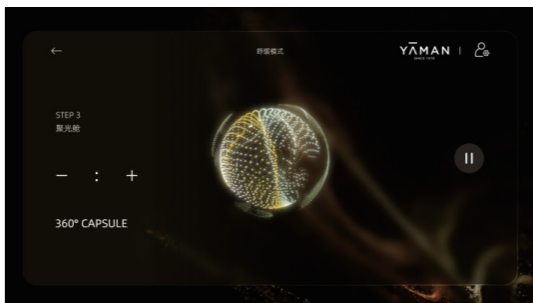

图5-8：舒缓模式-聚光舱页面
③短按聚光舱面罩镜腿处电源键，选择“强效舒缓”模式，模式护理时长默认15分钟，如果屏幕调节增加时长，则聚光舱需要手动重新选择和开启（如图5-8）。